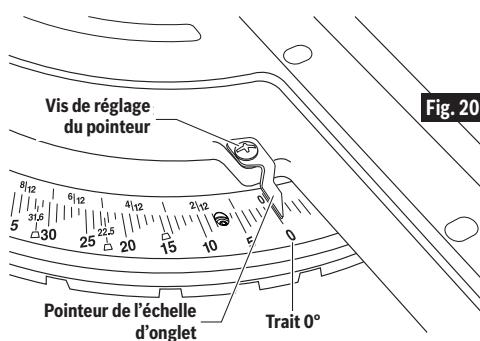

Fig. 20
- Élevez l'ensemble de tête pour le mettre dans la position la plus haute (UP).
- Desserrez la vis de réglage du pointeur qui tient le pointeur de l'échelle d'onglet en place (voir Fig. 20).